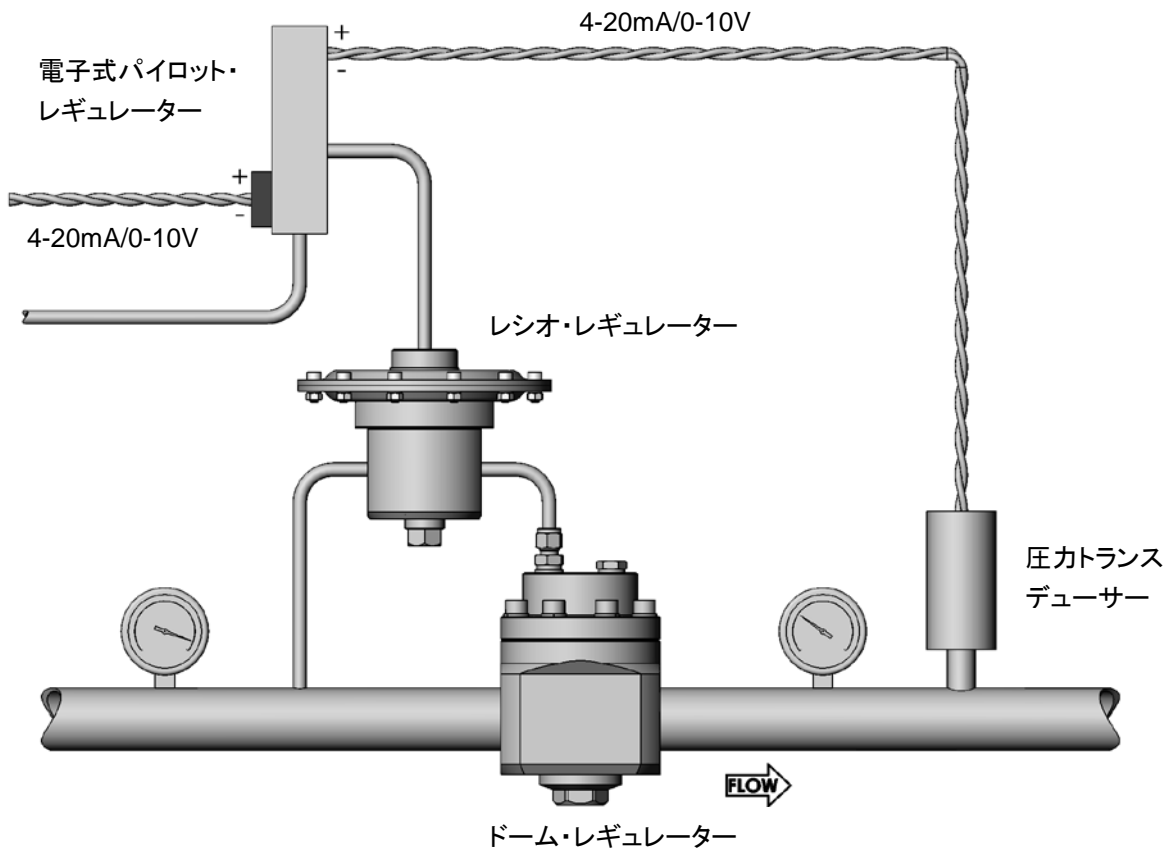

図 5
- **レシオによる調整:**この手法で使用するレシオ・パイロット・レギュレーターは、システム圧力を利用し、ドーム内の圧力を調整します。パイロットの調整は、電子式レギュレーターと圧カトランスデューサーの組み合わせ(図 5)、または外部ドームによる供給により行います。レシオ・パイロットの二次側圧力は、その感知圧力よりも相対的に大きくなります。これにより、メインのレギュレーターは低圧で調整できる上、十分な二次側圧力を得ることができ、この手法は、液体用途には適していません。